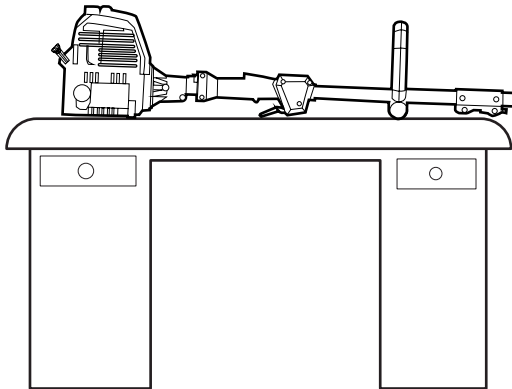

Fig. 19
2. Coloque la unidad sobre una superficie plana y nivelada, como una estación o mesa de trabajo. El protector del cabezal de corte debe colgar del borde para que el motor esté nivelado (Fig. 19).